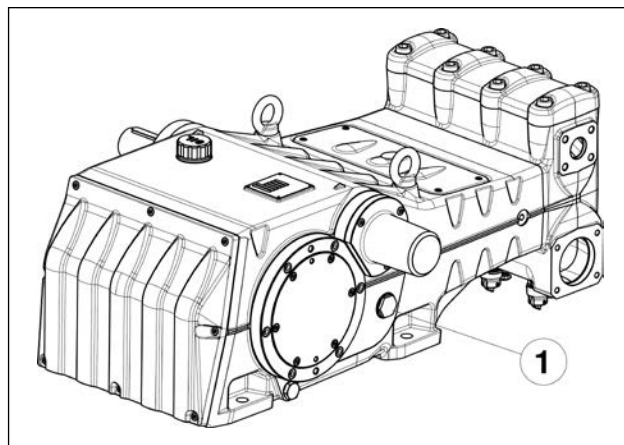

图8
5. 通过专用液面杆(位置①，图8)检查泵浦护门内的油面状况是否正常。